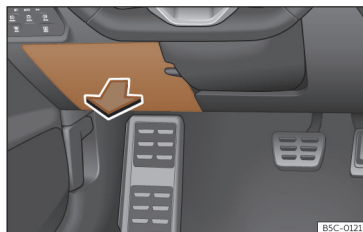

Fig. 212 No painel de instrumentos do lado do condutor: tampa da caixa de fusíveis.
- **Abrir:** recline a cobertura para baixo >>> **Fig. 212.**